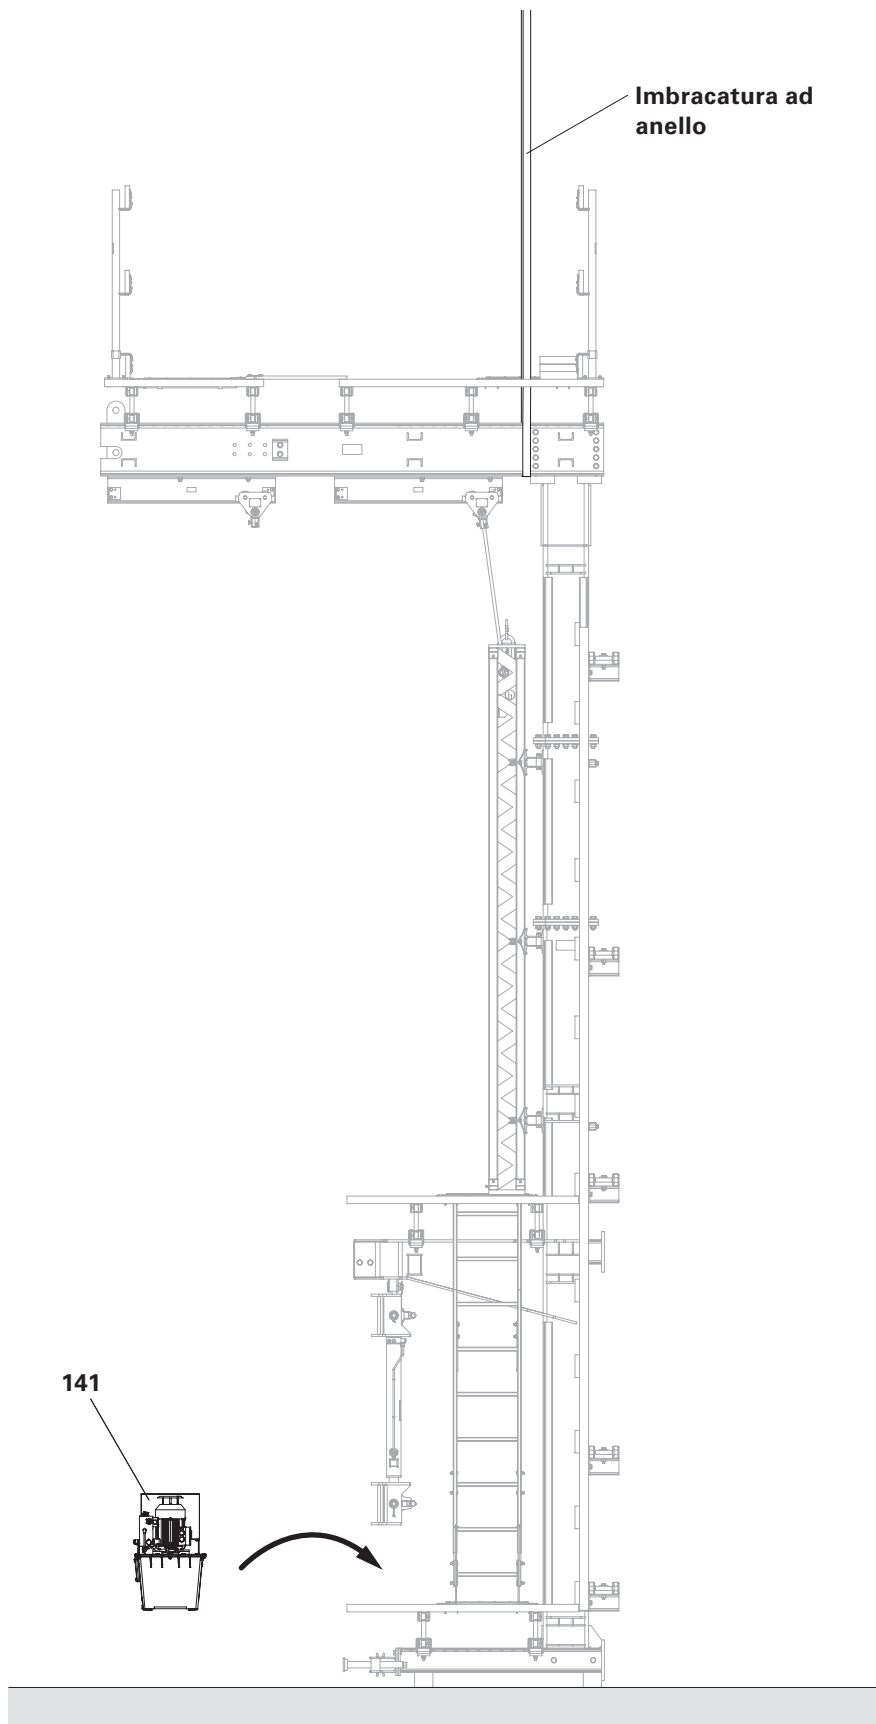

Fig. C3.10
3. Posizionare la centralina idraulica (141) sulla piattaforma di ripresa e fissarla all'impalcato della piattaforma. (Fig. C3.10)